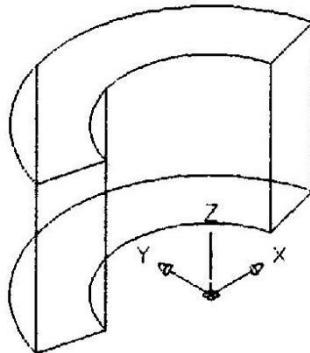

图 11-35 旋转-15 度
7、选择【修改】/【三维操作】/【三维旋转】命令，与步骤(5)类似，将旋转角度指定为-15°，效果如图 11-35 所示。